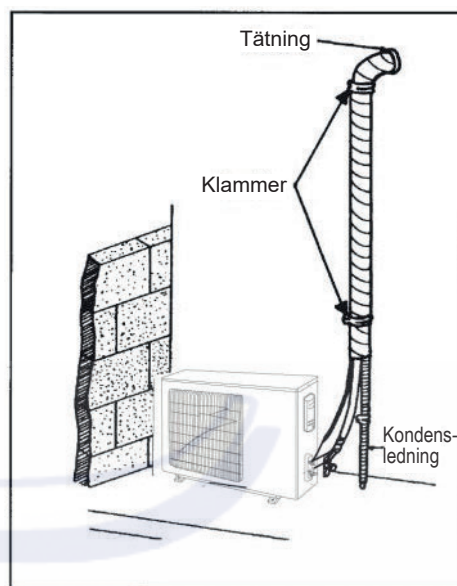

Fig. 15
- (1). Om utomhusdelen är placerad lägre än inomhusdelen. (Se Fig. 15)